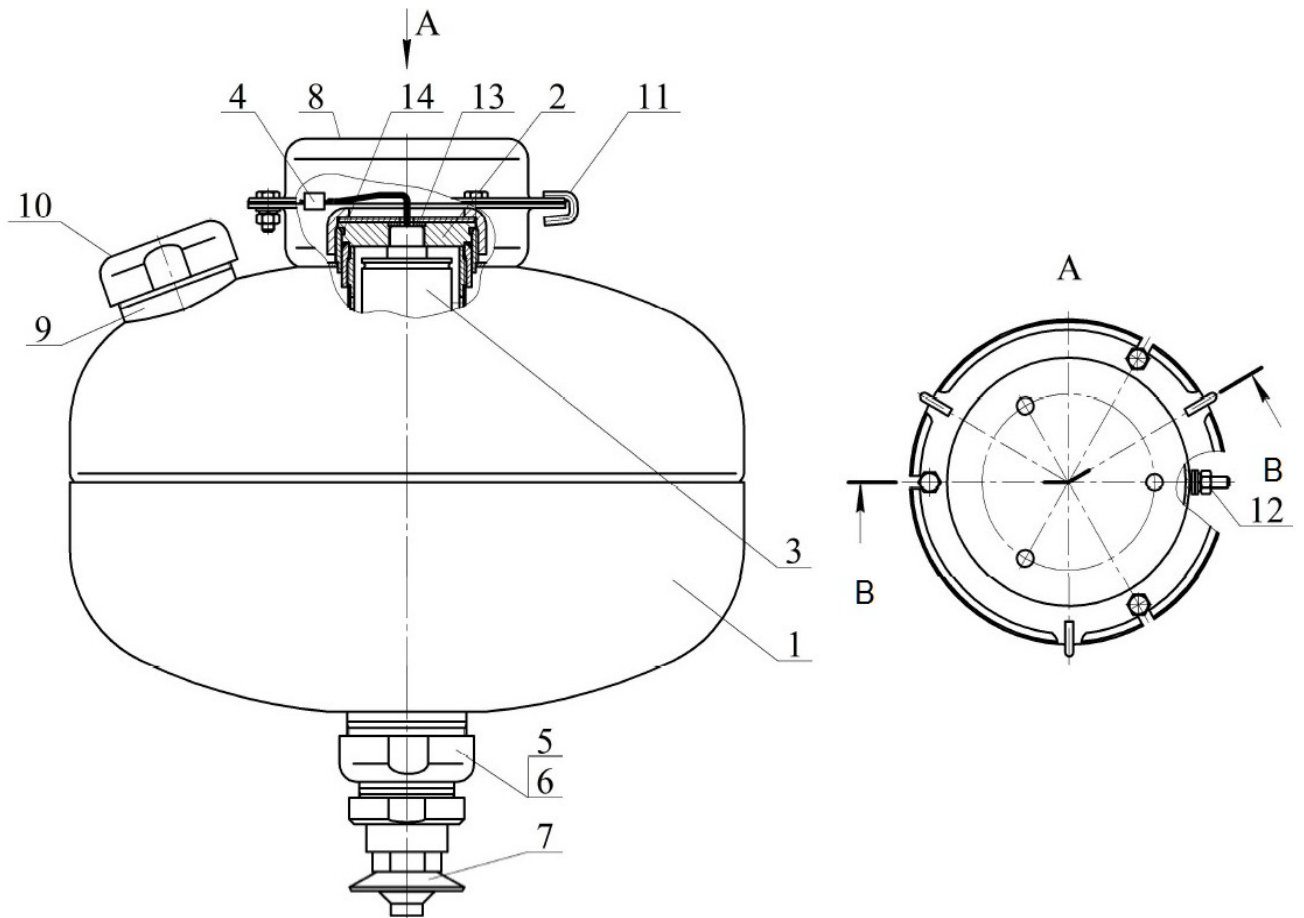

Fig. 1
În completul de livrare a MUPTV (vezi fig.1) intră:
6.8 Se strânge duza 7 până la refuz (vezi fig. 1).
7.4 Componenta setului de reîncărcare al MUPTV (vezi fig. 1) este: